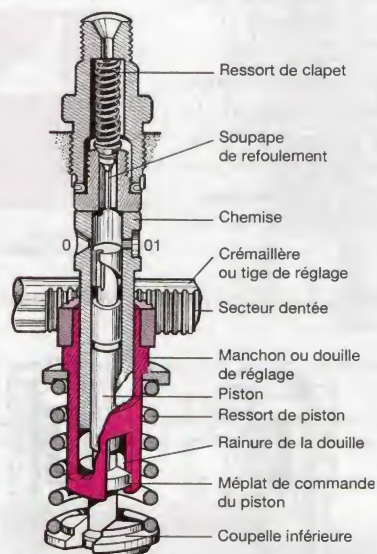

Figure 32.5. Mécanisme de commande de la rotation du piston sur pompe Bosch taille « A »
Le dosage du carburant est assuré par le déplacement en « rotation » des pistons, à l'aide de *douilles réglables*, reliées à des secteurs dentés en liaison avec la *tige de réglage*, appelée aussi « *crémaillère* » (fig. 32.5 à 32.7).
- Pour obtenir la position désirée de la rampe hélicoïdale, on fait tourner le piston au moyen d'un mécanisme de commande (fig. 32.5 à 32.7).